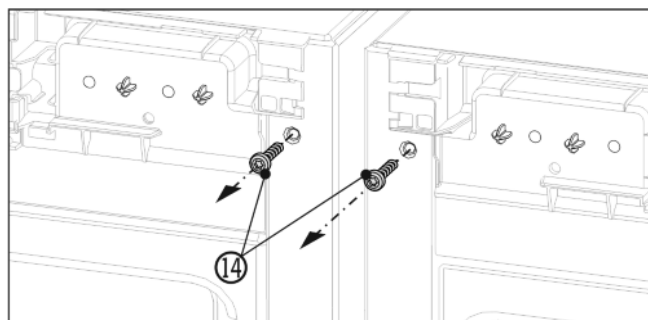

Fig. 6
- ▶ Преди монтажа на горния ъгъл развийте двата заземителни винта Fig. 6 (14).